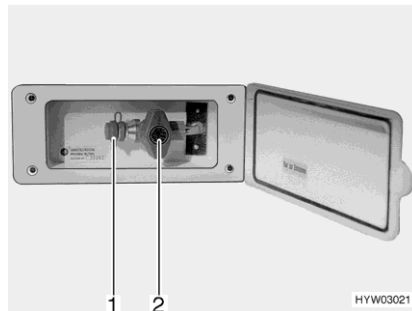

Fig. 111 Presa gas esterna (rubinetto di arresto del gas chiuso)
- Collegare l'apparecchio a gas esterno all'attacco (Fig. 111,1).
- Aprire il rubinetto di arresto del gas (Fig. 111,2).